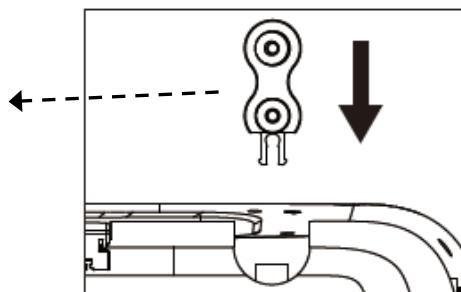

Abb. 28
- 2) Setzen Sie die Doppeloberfadenspindel in die Maschine ein. (Abb. 28 - 29)